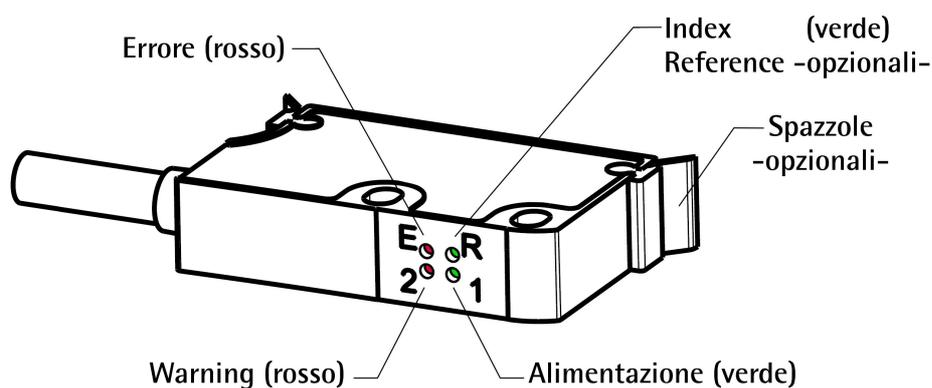

Figura 6 - LED di diagnostica e spazzole opzionali
4.10 LED di diagnostica (Figura 6)
Elenchiamo di seguito le cause tipiche di malfunzionamento riscontrabili durante l'installazione o l'uso del sistema di misura lineare magnetico. Riferirsi anche alla sezione "4.10 LED di diagnostica (Figura 6)" a pagina 21.